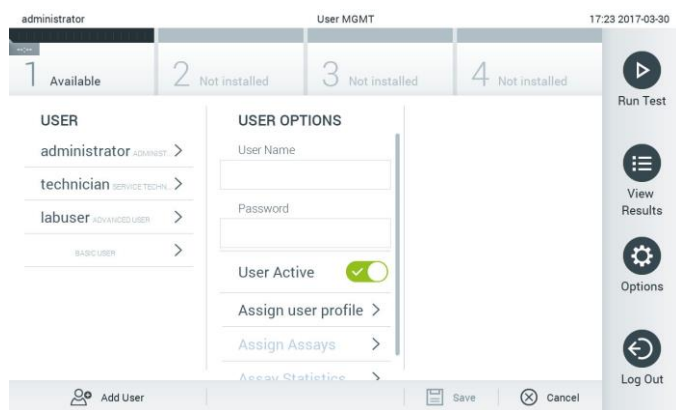

图 52. 添加新用户。
1. 按下 Options（选项）按钮，然后按下 User Management（用户管理）按钮来配置用户。显示屏的内容区域会出现 User Management（用户管理）屏幕（图 52）。